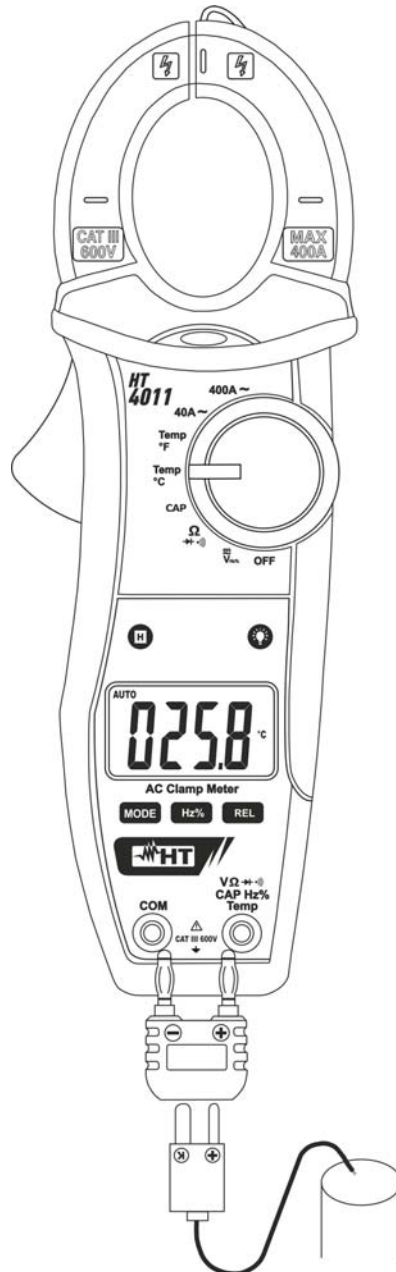

Fig. 9: Uso della pinza per misura di Temperatura con sonda K
2. Inserire la sonda a filo tipo K in dotazione nei terminale di ingresso **VΩ→CAPHz%Temp** e **COM** tramite l'opportuno adattatore, rispettando la polarità mostrata in Fig. 9. Il valore della temperatura è mostrato a display